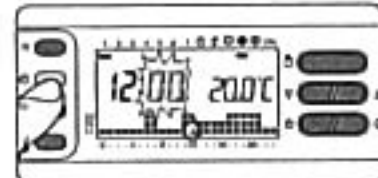

Fig. 16
3.2 - Premere il pulsante  $\ominus$  (fig. 16).